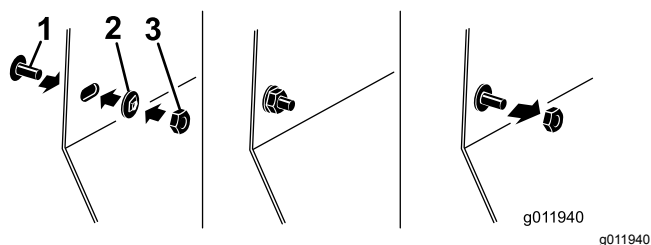

Figura 3
2. Instale los 2 tornillos (5/16 x ¾") al panel lateral y gírelo para instalar las 2 tuercas rápidas (5/16") en el tornillo (Figura 3).
3. Instale la tuerca hexagonal (5/16") en el tornillo para apretar la tuerca rápida contra el panel lateral (Figura 3).